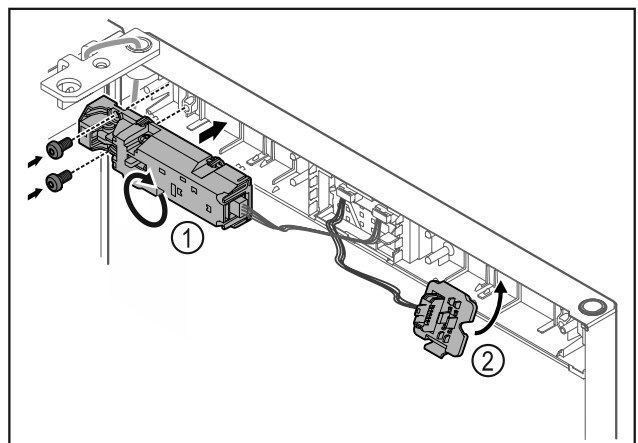

Fig. 21
- ▶ Forgassa el a zárat Fig. 21 (1) 180°-kal, és rögzítse azt az ellenkező oldalon.
- ▶ Reteszelve be a dugófoglalatot Fig. 21 (2) az ellenkező oldalon.